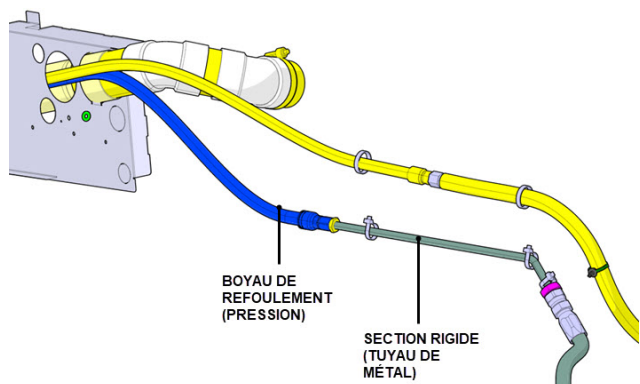

FIGURE 29
- Au-dessus de la transmission, il se trouve du côté trottoir. Il est raccordé à une section rigide (tuyau de métal) qui constitue le tuyau de refoulement de la pompe de direction (fig. 29). Voir au-dessus de la transmission.